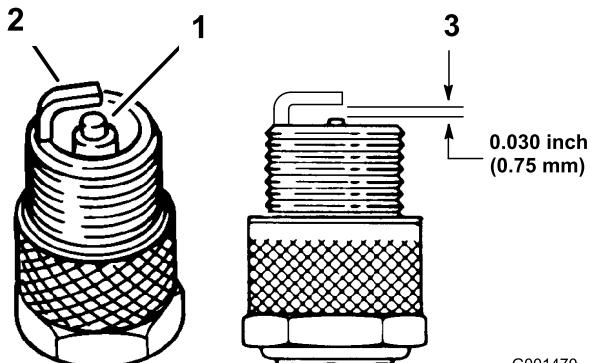

Figure 36
1. Examinez le centre de la bougie (Figure 36). Si le bec isolant est recouvert d'un léger dépôt gris ou brun, le moteur fonctionne correctement. S'il est recouvert d'un dépôt noir, cela signifie généralement que le filtre à air est encrassé.
3. Contrôlez l'écartement entre l'électrode centrale et l'électrode latérale (Figure 36). Courbez l'électrode latérale (Figure 36) si l'écartement est incorrect.
3. Branchez le fil de la bougie (Figure 36).